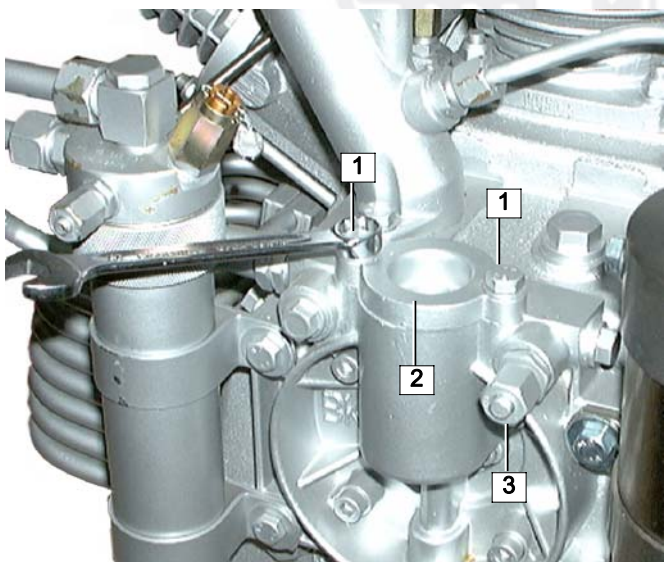

Рис. 26 Отвинчивание крышки
- Удалите оба винта (1, Рис. 26). Снимите крышку (2).
- При работающем компрессоре и открытом клапане выпуска конденсата снимите запорный колпачок (3, Рис. 26) и подождите, пока не начнет выходить масло без воздушных пузырьков. Поставьте колпачок на место.